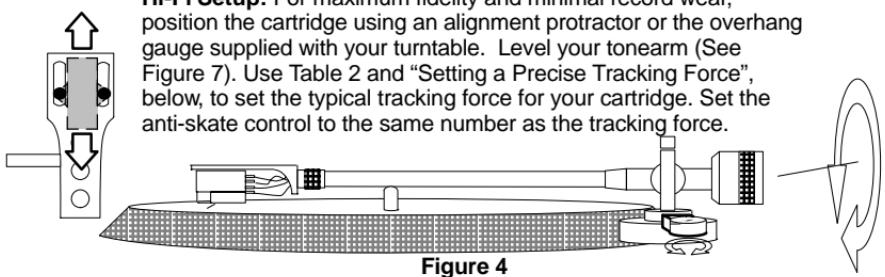
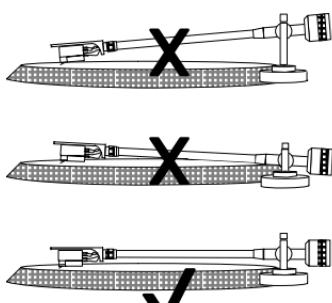

Figure 4
Figure 7. Level Tonearm
Hi-Fi Setup: For maximum fidelity and minimal record wear, position the cartridge using an alignment protractor or the overhang gauge supplied with your turntable. Level your tonearm (See Figure 7). Use Table 2 and "Setting a Precise Tracking Force", below, to set the typical tracking force for your cartridge. Set the anti-skate control to the same number as the tracking force.
• **Hi-Fi-Einrichtung (Abbildung 4):** Für höchste Klangtreue und minimalen Verschleiß der Schallplatte den Tonabnehmer mit einer Überhangmeßschablone oder einer Überhangjustierlehre (im Lieferumfang des Plattenspielers enthalten) plazieren. Den Tonarm nivellieren (Siehe Abbildung 7). Die für den Tonabnehmer übliche Auflagekraft anhand von Tabelle 2 und „Einstellung einer genauen Auflagekraft“ weiter unten einstellen. Den Antiskating-Regler auf den gleichen Wert wie die Auflagekraft einstellen.
Nivellierung des Tonarms: Siehe Abbildung 7.
• **Configuration Hi-Fi (figure 4) :** Pour maximiser la fidélité et minimiser l'usure des disques, positionner la cellule à l'aide du rapporteur d'alignement ou de la jauge de dépassement fourni(e) avec la platine. Mettre le bras de lecture à niveau (voir figure 7). Se reporter au tableau 2 et à la rubrique «Réglage d'une force d'appui précise» ci-dessous pour régler la force d'appui type de la cellule. Réglage l'antiskating à la même valeur que la force d'appui.
Mise à niveau du bras de lecture : Voir figure 7.